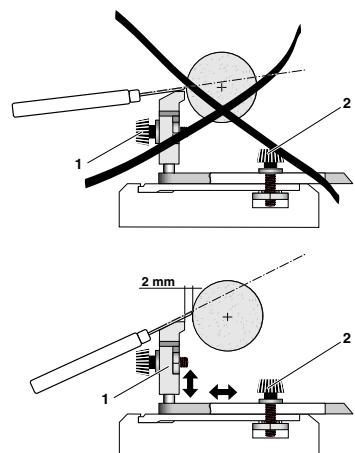

Fig. 9
4. При обточке держите резец согласно указаниям на рис. 9.